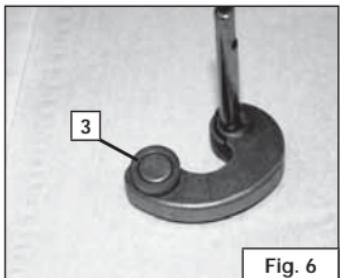

Fig. 6
- Prestare attenzione che la rondella di fine corsa (3) non cada nel basamento del motore (Fig. 6).
- Be careful not to drop the stop ring (3) into the crankcase (Fig. 6).
- Faire attention que la rondelle de fin de course (3) ne tombe pas dans le carter moteur (Fig. 6) .